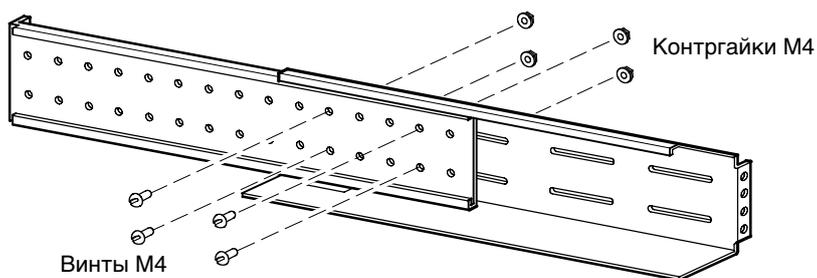

Рисунок 6. Затягивание направляющей (показана правая направляющая в сборе)
2. Если доступ к сторонам вашей стойки затруднен, отрегулируйте длину направляющих (см. рис. 4), и свободно установите скобы (см. рис. 6) до того, как перейти к шагу 3.
7. Чтобы затянуть направляющую, закрепите четыре крепежных винта М4 и четыре контргайки М4 по центру направляющей в сборе. Затяните с помощью 7-мм гаечного ключа (9/32"). См. рис. 6.